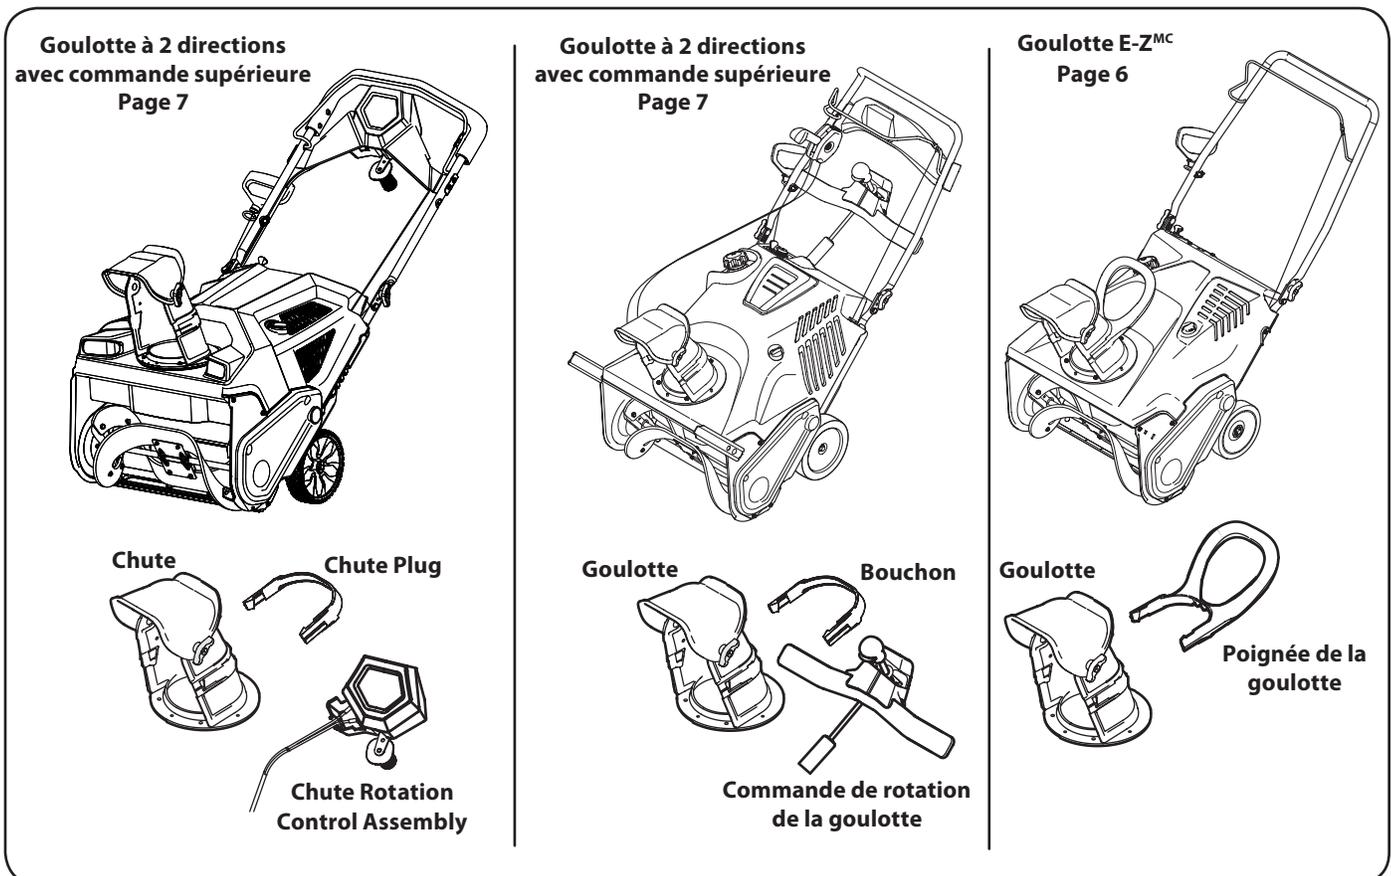

Figure 2-1
**NOTE :** Ce manuel de l'utilisateur se rapporte à plusieurs modèles. Les caractéristiques peuvent varier selon le modèle. Certaines caractéristiques décrites dans ce manuel peuvent ne pas s'appliquer à tous les modèles. Votre appareil peut différer du modèle illustré. Référez-vous à la Figure 2-1 pour déterminer quelle goulotte correspond à votre souffleuse à neige.
**NOTE :** Référez-vous à la Figure 2-1 et procédez aux instructions d'assemblage qui correspondent à votre goulotte.